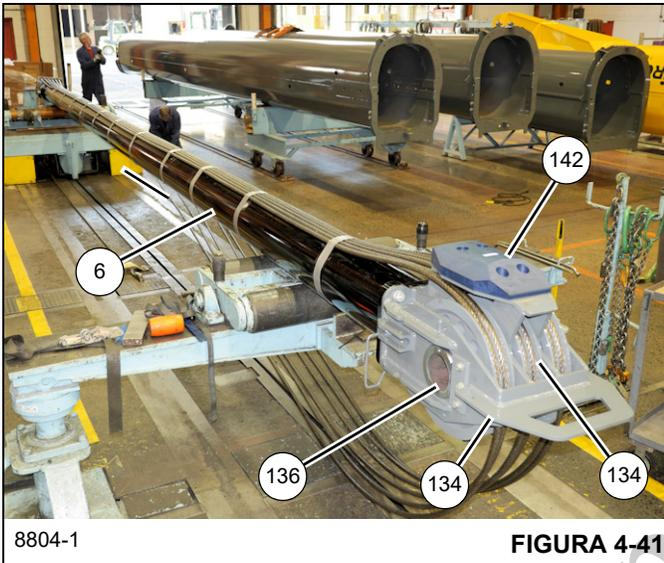
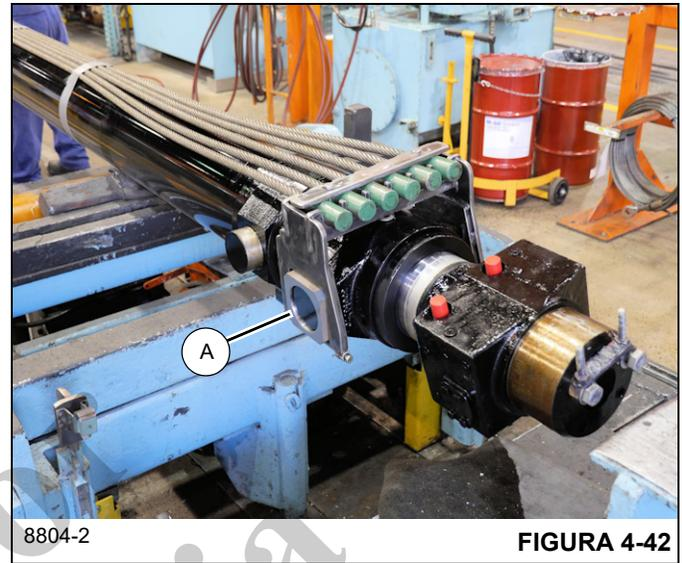

FIGURA 4-41
FIGURA 4-42
1. Coloque el cilindro telescópico (6) con el lado superior hacia abajo en unos soportes adecuados.
2. Fije el miembro soldado del montaje de la polea del cilindro telescópico (133) al extremo del cilindro telescópico (6) utilizando cuatro pernos (22) y arandelas planas (23) (vea la Figura 4-41).
3. Fije tres conjuntos de polea (134) en el miembro soldado del montaje de polea del cilindro telescópico (133) utilizando el eje hueco (136) y seis espaciadores (135). Asegúrese que las muescas rectificadas en los extremos del eje hueco estén orientadas hacia la punta de pluma (vea la Figura 4-41). Fije el eje hueco (136) en su lugar utilizando la placa (137), dos pernos (111) y dos arandelas planas endurecidas (138) (vea la Figura 4-41).
4. Tienda uniformemente seis cables de extensión de la sección telescópica 3 (139) por debajo del cilindro telescópico (6). Marque los cables en ambos extremos con números en secuencia (1-2-3-4-5-6) para evitar que se entrecrucen durante la instalación.
5. Envuelva seis cables de extensión de la sección telescópica 3 (139) alrededor de los conjuntos de polea (134) y traiga todos los extremos de cable hacia atrás, a la parte trasera del cilindro. Asegúrese que los extremos de cable con roscas queden colgando debajo del cilindro telescópico. Utilice cinta para conductos para sujetar los cables de extensión de la sección telescópica 3 a la parte superior del cilindro. Use la herramienta especial (A) (n/p MT102668) para sostener temporalmente los extremos de cable en la parte trasera del cilindro (vea la Figura 4-41 y la Figura 4-42).